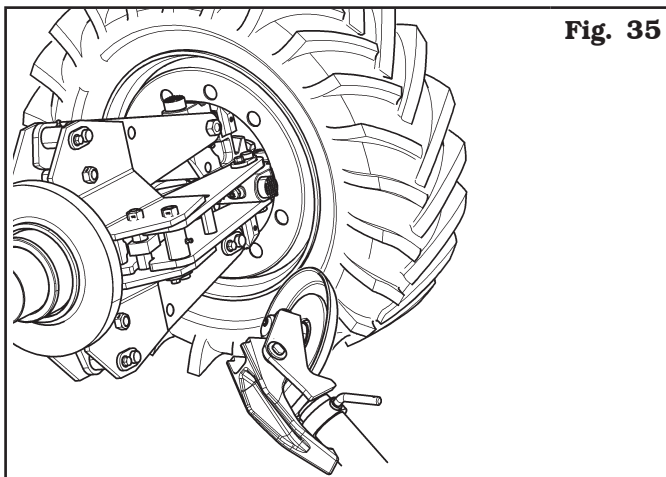

Fig. 35
- Affleurer le bord jante avec le disque décolle-pneus (voir Fig. 35).